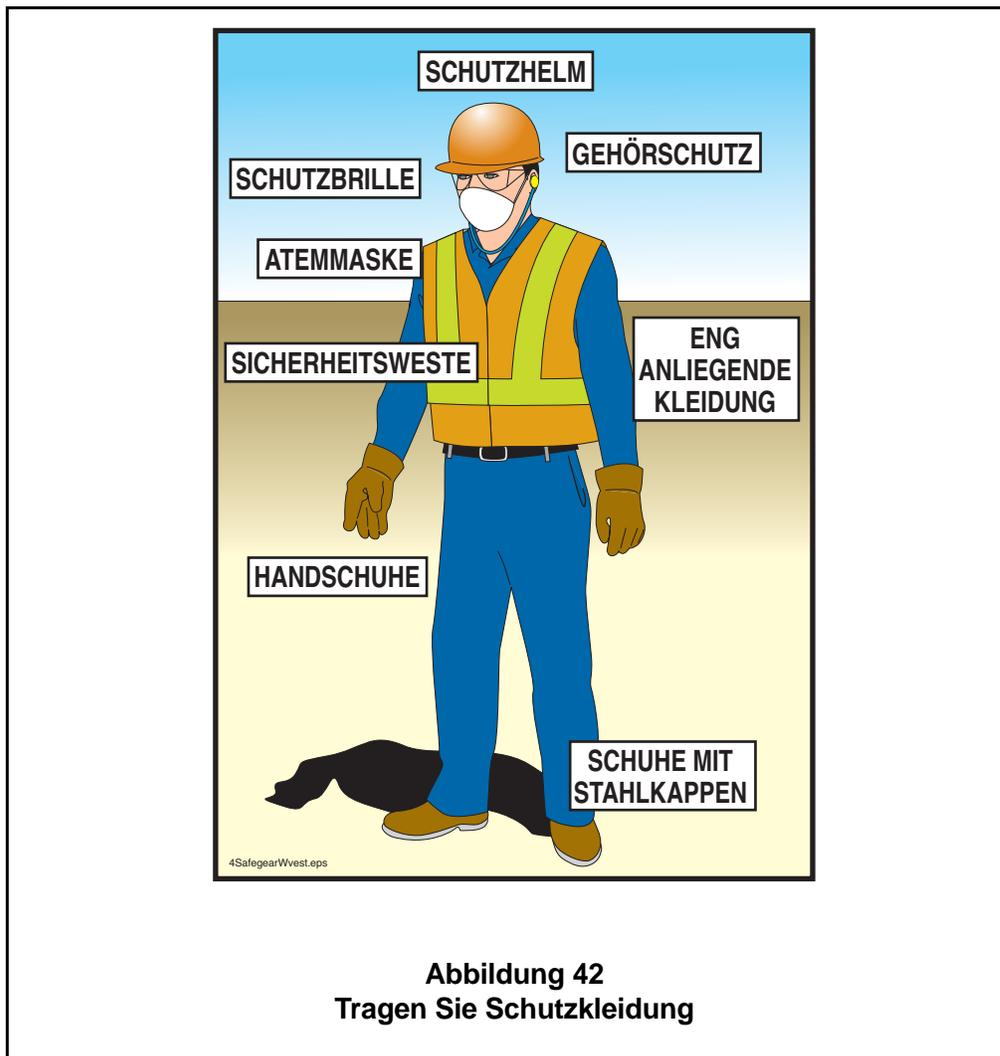

Abbildung 42
- Beton besteht aus Kalk, der sehr alkalisch ist. Wenn Beton lange genug mit der Haut Kontakt hat, verursacht er schwere Verbrennungen und in Extremfällen fällt die Haut an der betroffenen Stelle einfach ab. Tragen Sie deshalb immer wasserabweisende Arbeitsstiefel und Handschuhe. Tragen Sie WASSERDICHTHE Handschuhe und Stiefel, falls Sie bei der Arbeit IN den Beton fassen. Auf jeden Fall sollten die Stiefel Stahlkappen haben. Es gibt Stiefel, die speziell für das Arbeiten mit Beton hergestellt werden, und die Ihre Füße gegen Kalk und versehentliches Aufprallen schützen (Abbildung 42).